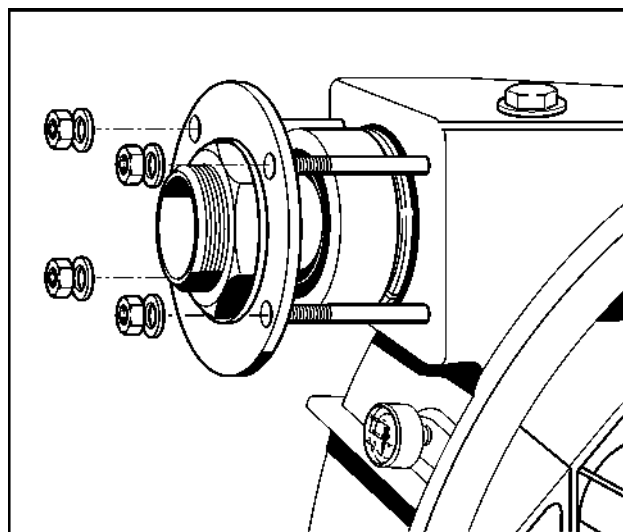

Рис. 13
3. Отвинтить пробки (2+3, Рис. 13) и
4. Отвинтить от корпуса насоса оба присоединительные патрубки вместе с фланцами и буксовыми гайками (Рис. 13) и вынуть их из шланга.